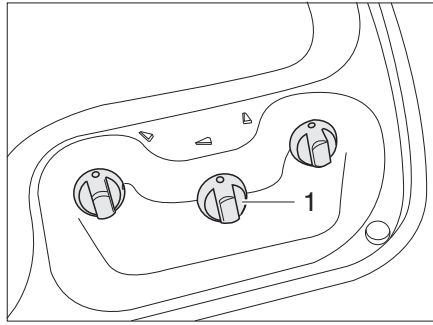
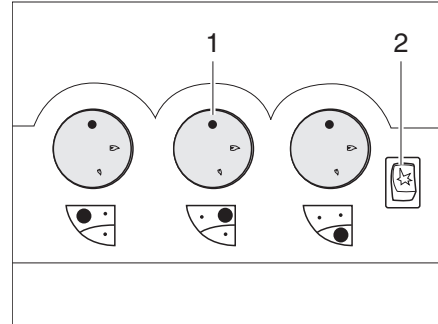

Fig. 308 Elementi di comando del fornello a gas (senza tasto di accensione piezoelettrico)
Fig. 309 Elementi di comando del fornello a gas (con tasto di accensione piezoelettrico)
- Ruotare il pomello girevole (Fig. 308,1 o Fig. 309,1) dell'apparecchio a fiamma libera desiderato in posizione accesa (fiamma alta).
- Se è presente un tasto di accensione (Fig. 309,2):